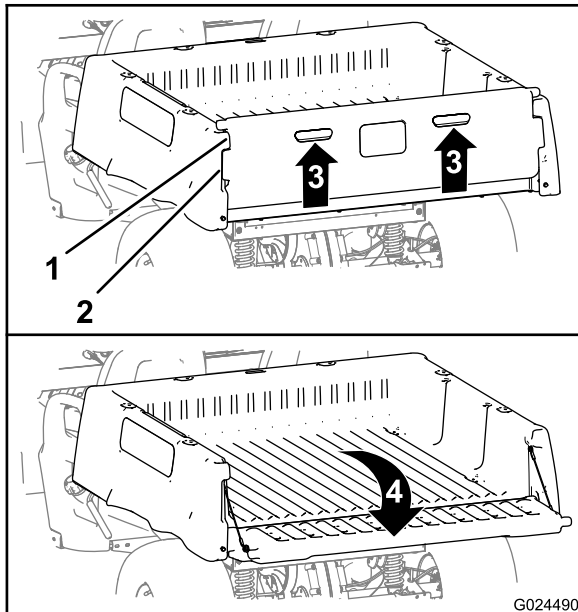

Figura 18
2. Levante nos locais indicados no painel traseiro da porta traseira (Figura 18).
3. Alinhe as flanges de bloqueio na porta traseira com as aberturas entre as flanges da porta traseira na caixa de carga (Figura 18).
4. Rode a porta traseira para trás e para baixo (Figura 18).
6. Rode a porta traseira para cima e para a frente até as flanges de bloqueio estarem justas ao espaço da porta na caixa de carga (Figura 18).
7. Baixe a porta traseira até ficar assente na parte de trás da caixa de carga (Figura 18).